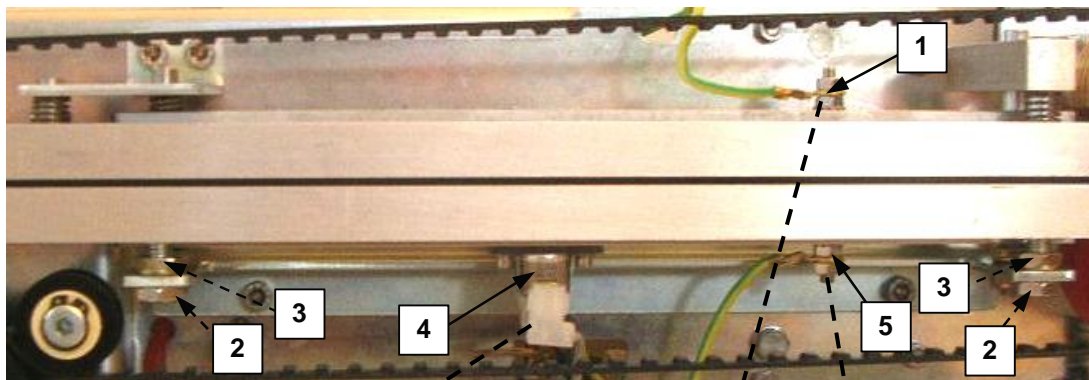
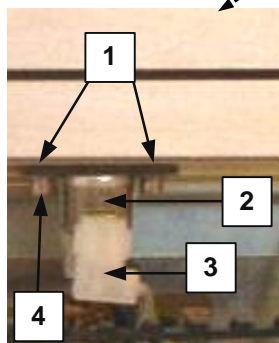

fig.5.10
fig.5.11 (pos.4-fig.5.10)
- scollegare i terminali (n.3-fig.5.11) del termostato di sicurezza (n.4-fig.5.10)
- svitare i due dadi autobloccanti inferiori (n.2-fig.5.10) che fissano la barra saldante inferiore alla traversa della macchina ed estrarre il gruppo saldante inferiore
***Non allentare i dadi di regolazione superiori (n.3-fig.5.10)***
- smontare il termostato di protezione (n.4-fig.5.10) dalla barra saldatura inferiore.
*Quando viene rimontato il termostato di protezione, assicurarsi di aver rimontato le rondelle distanziatrici (n.1-fig.5.11) interposte tra la piastrina e la barra saldante inferiore.*